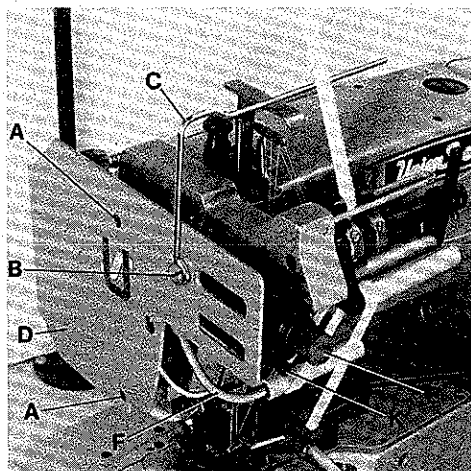
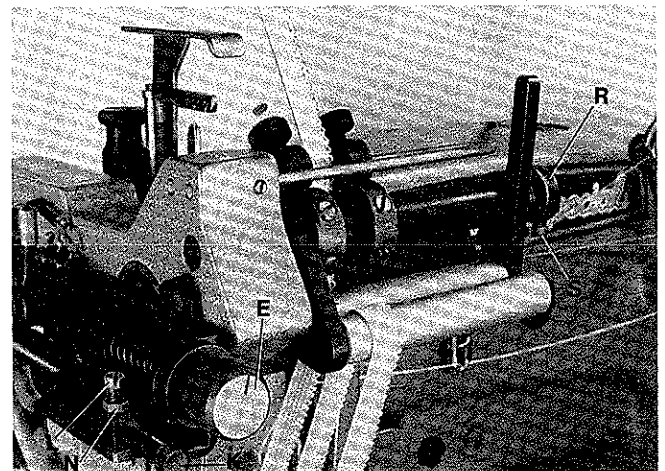
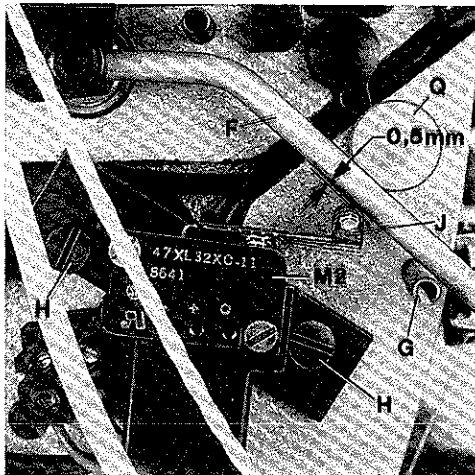

Fig. 55
Fig. 56
Fig. 57
The tension of lace or elastic is adjusted with thumb screw (E, Figs. 55 and 56). Turning thumb screw (E) clockwise increases the tension and causes ruffling. Turning thumb screw (E) counterclockwise decreases the tension for even flat attaching of lace or elastic.
The second lace or elastic tension on the two stage metering device is selected while sewing with a knee valve actuated air cylinder. The tension is adjusted with thumb screw (K, Figs. 55 and 56), by changing the travel length of the piston of the cylinder. Loosen lock nut (N, Fig. 56) and screw (L). Turning thumb screw (K, Figs. 55 and 56) counterclockwise increases the tension, turning clockwise decreases the tension. Retighten the screw and lock nut.
Die Spannung von Spitze oder Gummiband wird mit der Rändelschraube (E, Fig. 55 und 56) eingestellt. Drehen der Rändelschraube (E) im Uhrzeigersinn erhöht die Spannung und bewirkt Rüschen. Drehen der Rändelschraube (E) im Gegenuhrzeigersinn verringert die Spannung zum glatten, flachen Annähen von Spitze oder Gummiband.
Die zweite Spitzen- oder Gummibandspannung wird bei der zweistufigen Zumeßeinrichtung während des Nähens mit einem durch Knieventil betätigten Luftzylinder angewählt. Die Spannung wird, durch Verändern des Kolbenweges des Zylinders mit der Rändelschraube (K, Fig. 55 und 56) eingestellt. Lösen Sie die Kontermutter (N, Fig. 56) und die Schraube (L). Drehen der Rändelschraube (K, Fig. 55 und 56) im Gegenuhrzeigersinn erhöht die Spannung, drehen im Uhrzeigersinn verringert die Spannung. Ziehen Sie die Schraube und die Kontermutter wieder an.
The pressure of tension roller against the puller roller of the metering device can be changed. For setting loosen the two screws (S, Fig. 56) in collar (R). Turning collar clockwise reduces the pressure, turning it counterclockwise increases the pressure. Retighten screws (S).
For setting the micro switches turn out screws (A and B, Fig. 55) and remove lead-in wire (C) and head cover (D).
For setting the micro switch (M2, Fig. 57), actuating lever (F) must rest on roll pin (G).
Loosen the two screws (H, Fig. 57) and position the micro switch (M2) so the roller lever (J) of switch has still an end play of approx. 0,5 mm (.020 in.) (see Fig. 57) below actuating lever (F) resting on roll pin (G), in order not to damage the switch. Retighten screws (H).
The micro switch (M2, Fig. 57) is set correctly when the motor of the metering device switches on after actuating lever (F) raises from roll pin (G).
Micro switch M2, Figs. 57 and 58:
For setting the micro switch (M2, Fig. 57) actuating lever (F) must rest on roll pin (G). In this position of the actuating lever, the roller lever (J) of switch should have an end play of approx. 0,5 mm (.020 in.) downwards (see Fig. 57). For adjustment loosen the two screws (H) and position micro switch as required. Retighten screws.
Der Druck der Spannrolle gegen die Walze der Zumeßeinrichtung kann verändert werden. Zur Einstellung lösen Sie die beiden Schrauben (S, Fig. 56) im Stellring (R). Drehen des Stellringes im Uhrzeigersinn verringert den Druck, drehen im Gegenuhrzeigersinn verstärkt ihn. Ziehen Sie die Schrauben (S) wieder an.
Zur Einstellung der Mikroschalter drehen Sie die Schrauben (A und B, Fig. 55) heraus und entfernen den Führungsbügel (C) und den Kopfdeckel (D).
Zur Einstellung des Mikroschalters (M2, Fig. 57) muß der Schaltbügel (F) auf der Spannhülse (G) aufliegen.
Lösen Sie die beiden Schrauben (H, Fig. 57) und positionieren Sie den Mikroschalter (M2) so, daß der Rollenhebel (J) des Schalters noch etwa 0,5 mm Spiel (siehe Fig. 57) nach unten hat, wenn der Schaltbügel (F) auf der Spannhülse (G) aufliegt, damit der Schalter nicht beschädigt wird. Ziehen Sie die Schrauben (H) wieder an.
Der Mikroschalter (M2, Fig. 57) ist richtig eingestellt, wenn beim Abheben des Schaltbügels (F) von der Spannhülse (G) der Motor des Zumeßgerätes einschaltet.
Mikroschalter M2, Fig. 57 und 58:
Zur Einstellung des Mikroschalters (M2, Fig. 57) muß der Schaltbügel (F) auf der Spannhülse (G) aufliegen. In dieser Stellung des Schaltbügels soll der Rollenhebel (J) des Schalters noch etwa 0,5 mm Spiel nach unten haben (siehe Fig. 57). Zur Einstellung lösen Sie die beiden Schrauben (H) und positionieren den Mikroschalter entsprechend. Ziehen Sie die Schrauben wieder an.
The actuating lever (F, Fig. 55) effects by switching on and off the motor of the metering device with micro switch (M2, Fig. 57), that the required amount of lace respectively elastic is metered exactly under the preset tension.
Der Schaltbügel (F, Fig. 55) bewirkt durch Ein- und Ausschalten des Motors des Zumeßgeräts mit dem Mikroschalter (M2, Fig. 57), daß die benötigte Spitzen- bzw. Gummibandmenge unter der voreingestellten Spannung genau zugemessen wird.